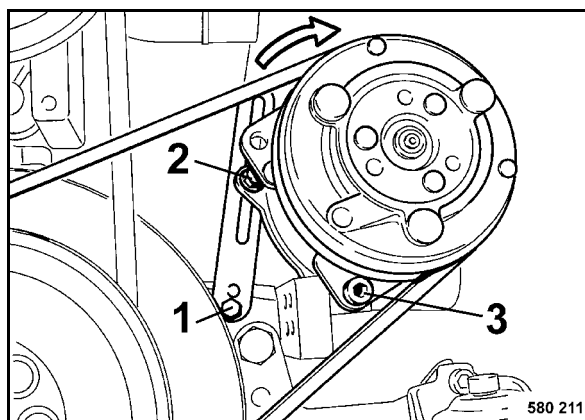

Fig. 170
- Allentare le viti di fissaggio 1, 2 e 3 (Fig. 170).